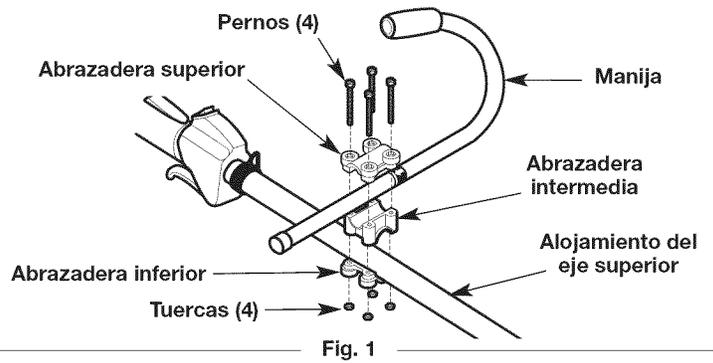

Fig. 1
1. Coloque la manija entre la abrazadera superior y la intermedia (Fig. 1). Si es necesario, rote o voltee la abrazadera intermedia hasta que los orificios de la abrazadera superior y de la abrazadera intermedia se alineen.
2. Coloque las abrazaderas y la manija por encima del alojamiento del eje superior y sobre la abrazadera inferior (Fig. 1).
**NOTA:** Asegúrese de que la parte curva de la manija se encuentre a la izquierda del operador (Fig. 1).
3. Mientras sujeta las partes juntas, inserte los pernos (4) en los orificios alineados (Fig. 1).
4. Atornille una tuerca en el extremo de un perno, pero solo ligeramente. Empuje la tuerca dentro del embutimiento hexagonal de la abrazadera inferior. Sostenga la tuerca en su lugar con un dedo para mantenerla en el embutimiento. Apriete el perno con un destornillador Phillips, pero no lo apriete completamente (Fig. 1). Repita este paso con cada tuerca y perno.
1. Afloje los pernos (4) ligeramente con un destornillador Phillips (Fig. 1).